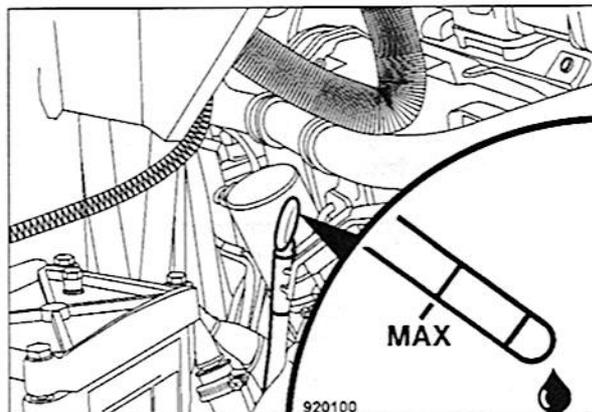

Fig. 129
- Comprobar el nivel de aceite con la varilla de nivel (Fig. 129) después de una breve marcha de prueba. El nivel de aceite se debe encontrar en la marcación MAX. Completar el nivel, si fuese necesario.